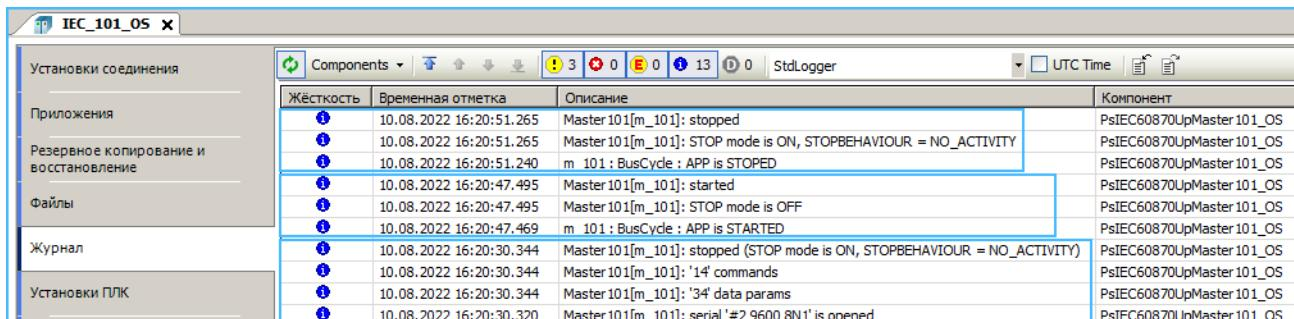

Рисунок 72 - Трассировка событий драйвера в журнале устройства
- инициализация, запуск и остановка работы драйвера (Рисунок 72).